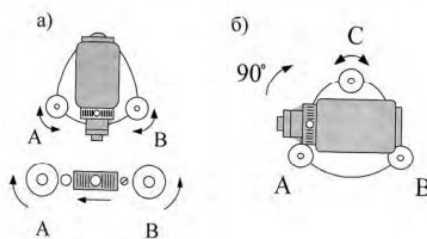

Рисунок 3 Приведение в нуль - пункт пузырька цилиндрического уровня
2. Приводят пузырек цилиндрического уровня в нуль пункт, вращая последовательно подъемные винты А и В (рис. 3,а), а после поворота тахеометра на 90° — винт С (рис. 3, б).